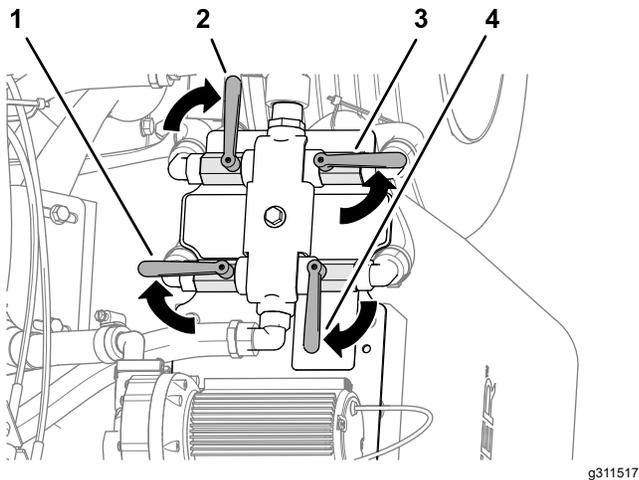

Figure 40
2. Tournez les poignées des vannes comme montré à la **Figure 40**.